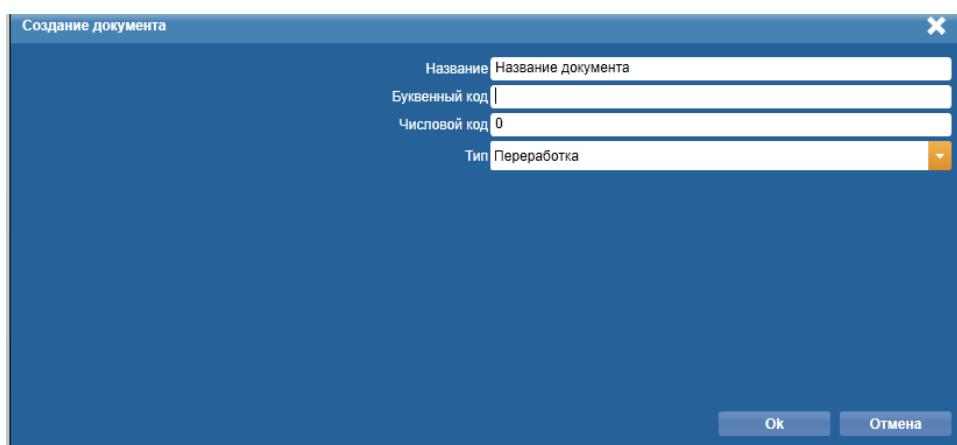

Рисунок 51. Окно **Создание документа**
4) В открывшемся окне **Создание документа** (Рис. 51) выполнить следующие действия: